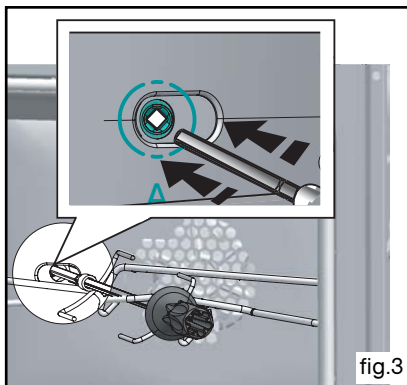

fig.3
• poussez légèrement pour engager la pointe de la broche dans le carré d'entraînement situé au fond du four (fig.3).